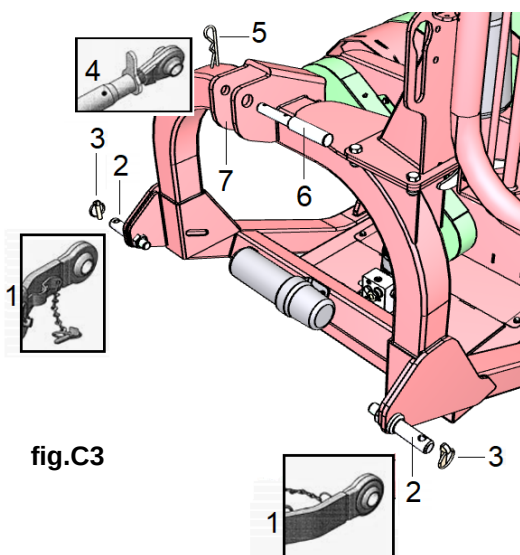

fig.C3
1. inserire i bracci del sollevatore idraulico del trattore **1 (fig.C3)** nei perni inferiori **2** e bloccare, uno alla volta, con le spine di sicurezza **3**;
1. insert the arms of the tractor hydraulic lift **1 (fig.C3)** into lower pins **2** and fasten them with safety pins **3**;